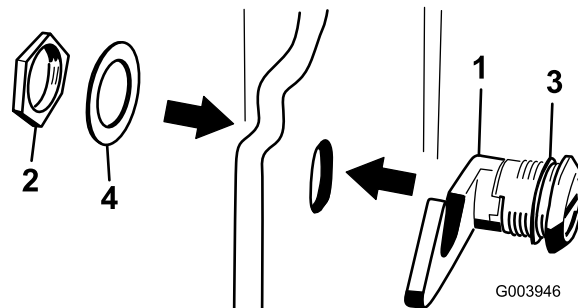

Figure 18
3. Retirez l'écrou du verrou de capot (Figure 18).